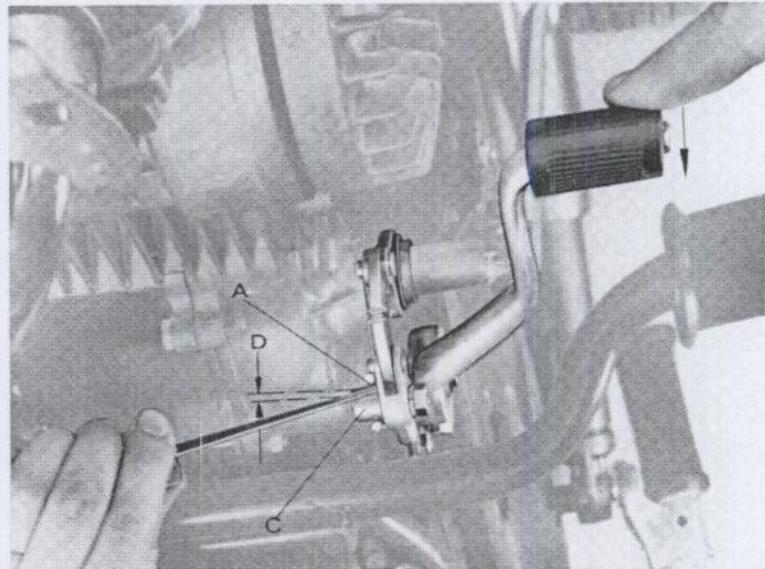
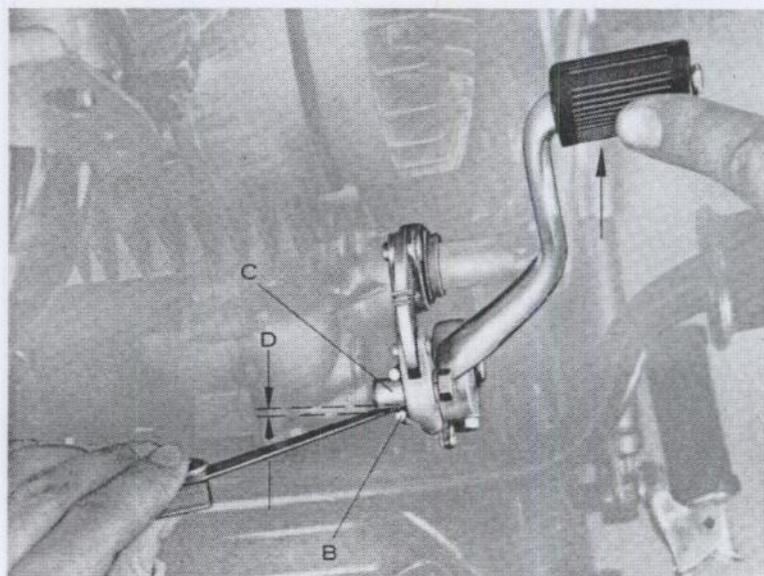

Bild 1
Bild 2
2. Mit dem Zeigefinger von oben nach unten mit etwa 3 kg Druck auf den Fußschalthebelgummi drücken (Bild 1) bis sich das Fußschalthebelfedernde „A“ von Einstellexzenter „C“ abhebt. Nicht stärker drücken, weil sonst die Schaltung betätigt wird. Der nunmehr sichtbare Lichtspalt „D“ von ca. 1 mm Breite soll bei genauer Einstellung genau so groß sein wie bei der Gegenprobe nach Punkt 3 (Bild 2).
3. Bild 2 zeigt die Gegenprobe ob beim umgekehrten Drücken von unten nach oben der Luftspalt der einen Seite zwischen dem abgehobenen Federende „B“ und dem Exzenter „C“ mit der anderen Seite übereinstimmt.
4. Sind die beiden Abstände nach wechselseitigem Drücken und Loslassen nach Bild 1 und 2 zwischen den Federenden „A“ und dem Einstellexzenter „C“ ungleich, so muß die Einstellung korrigiert werden.